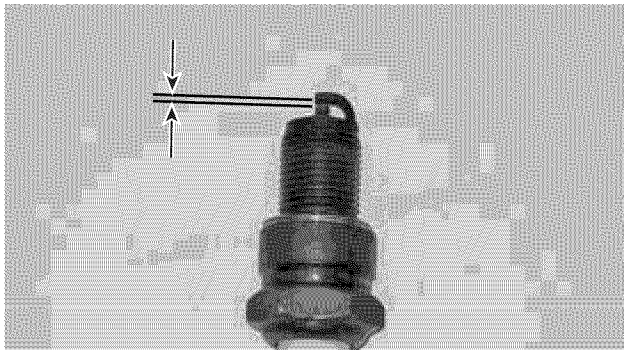

Figura 41 – Requisitos de separación de la bujía
- Si la separación de la bujía de encendido es incorrecta (el límite que se acepta es de 0,024 – 0,032 pulgadas [0,60 – 0,80 mm]) (vea la Figura 41).